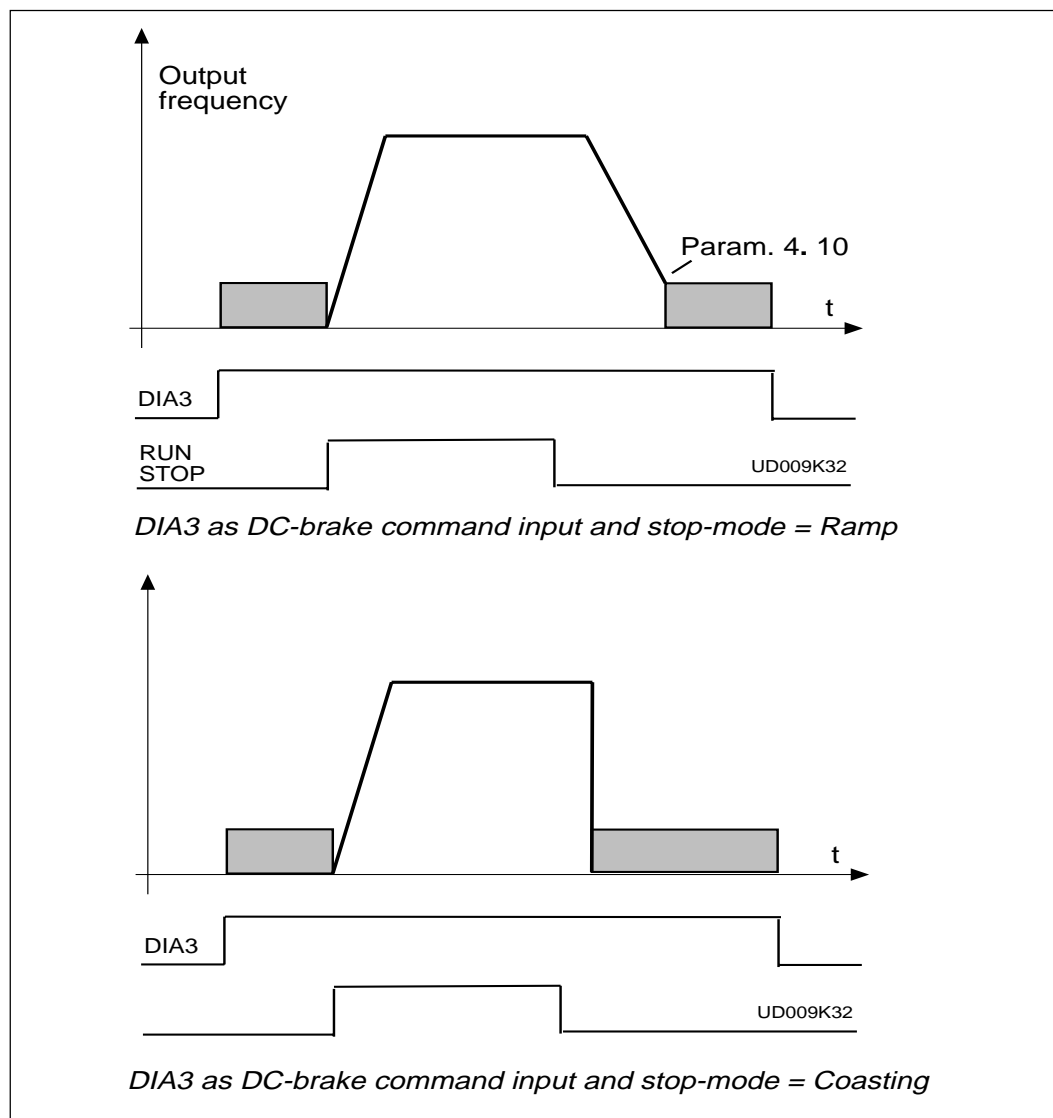

Fig: 2.5-4 DIA3 als DC-remcommando ingang: a) Stop-status = Aanloop,
- 9:** DC-remcommando contact gesloten = In de stop positie, de DC-rem werkt tot het contact is geopend, zie fig: 2.5-4.